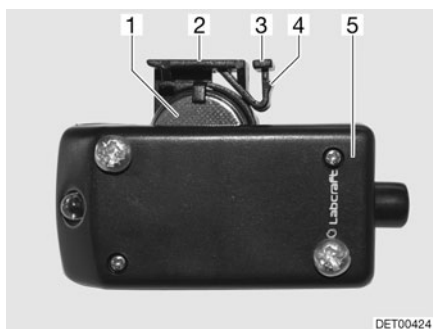

Fig. 187 Lámpara del armario ropero con el compartimento de la pila abierto
- En el lado superior de la lámpara del armario ropero (Fig. 187,5), empujar la orejeta de sujeción (Fig. 187,3) cuidadosamente hacia atrás. Queda libre la saliente (Fig. 187,4) de la orejeta de sujeción.
- Extraer el portador de la pila (Fig. 187,2) hacia arriba.
- Sacar la pila botón (Fig. 187,1) del portador de la pila.